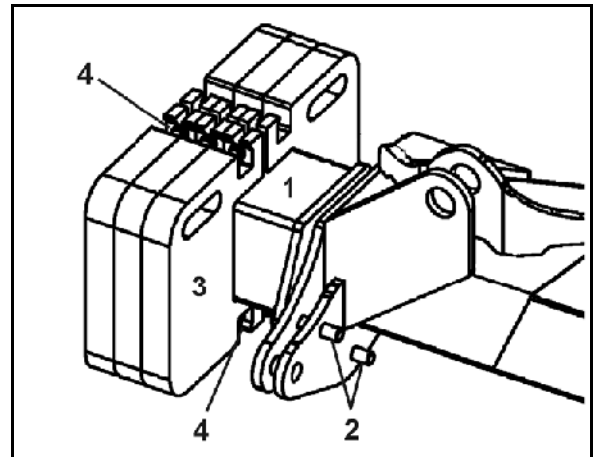

Fig. 30
1. Atornillar el tubo de sujeción (Fig. 30/1) con cuatro tornillos (Fig. 30/2) en la parte exterior del brazo.
2. Atornillar respectivamente dos pesos adicionales (Fig. 30/3) al tubo de sujeción (Fig. 30/4) y asegurar de esa forma.